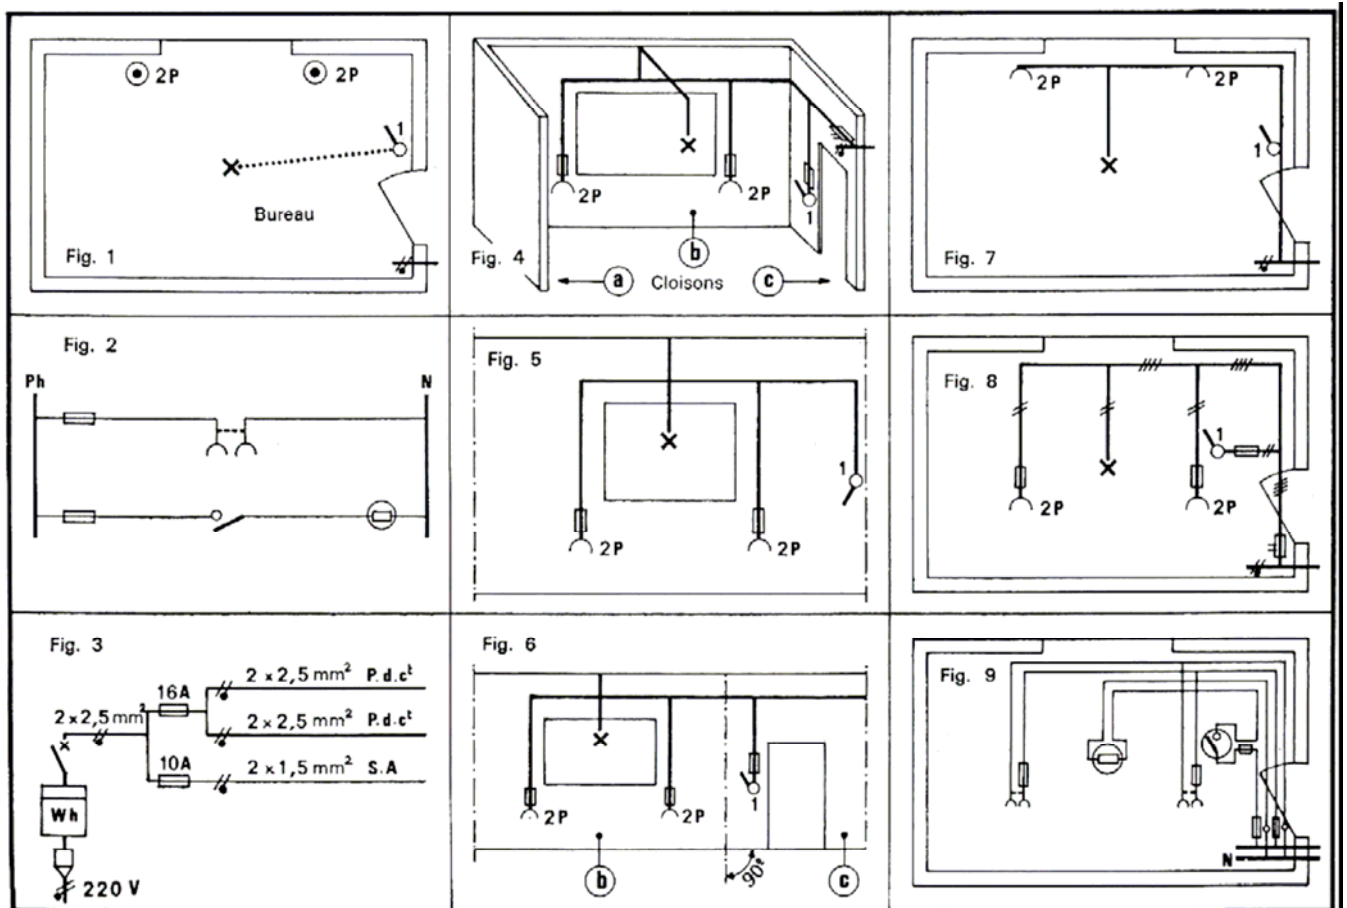

Figure 4.10 - Liaisons entre différents types de schémas
Exemple: figure 4.10 - Installation de deux prises de courant et d'une lampe à incandescence commandée par un interrupteur.
**Schéma développé :** Exemple: fig.2 de la figure 4.10 représente le raccordement d'une prise de courant et branchement d'un circuit d'éclairage simple allumage.
**1) De distribution** S'exécute pour des installations importantes. L'application à cette pièce se résume au schéma représenté (fig. 3 de la figure 4.10.)
**a) Sous forme unifilaire** .Exemple, la fig.4 de la figure 4.10 représente une vue en perspective d'une salle (plafond enlevé).L'emplacement exact de la canalisation et de l'appareillage indique le tracé de la ligne électrique et les raccordements aux appareils. La représentation d'un tel tracé n'est plus réalisable lorsqu'il s'agit de l'installation complète d'un immeuble, les canalisations doivent être représentées sur un seul plan.
- **Vue de face** (fig. 5 de la figure 4.10) .L'installation est vue d'une façon incomplète. Pour la représenter en grande partie, on est obligé de rabattre la cloison sur le même plan (fig. 6 de la figure 4.10).
- **Vue de dessus** (fig. 7 de la figure 4.10) Cette vue permet de suivre le trajet des canalisations autour des murs et vers le milieu des pièces, mais ne permet pas de distinguer les circuits qui descendent vers les appareils de commande ou d'utilisation. Pour faire apparaître ces descentes il suffit de les rabattre à 90° pour les dessiner sur le même plan (fig. 8 de la figure 4.10) - schéma général complet de l'installation, sous forme unifilaire simplifiée.
**b) Sous forme multifilaire** (fig .9 de la figure 4.10).